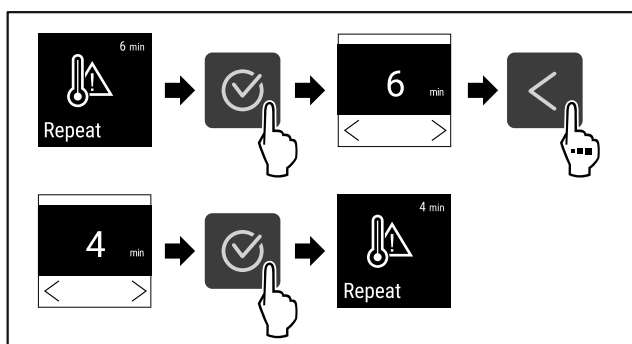

Fig. 105
- ▶ Stappen (zie Fig. 105) uitvoeren.